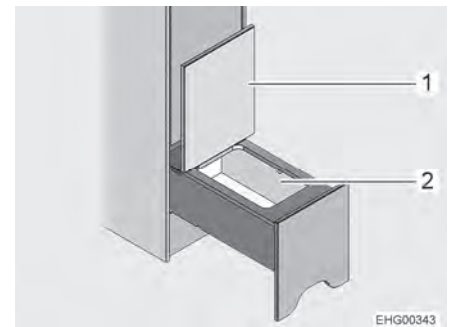

Bild 82 Förvaringsfack
- Fäll upp luckan (Bild 82,1). Förvaringsfacket (Bild 82,2) är tillgängligt.